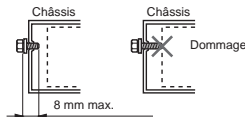

Figure 3
4. Utiliser les vis fournies pour l'installation. L'utilisation d'autres vis peut causer des dommages. (Figure 3)